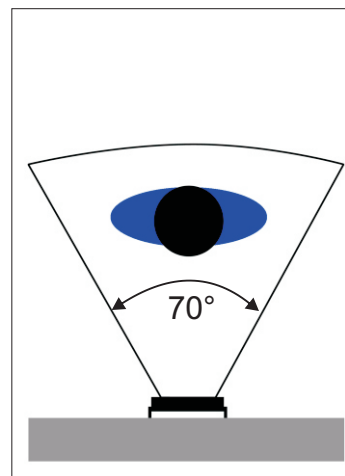

Figura 2
- Fixe o aparelho ao centro da porta (Conforme figura 2 na página 2);